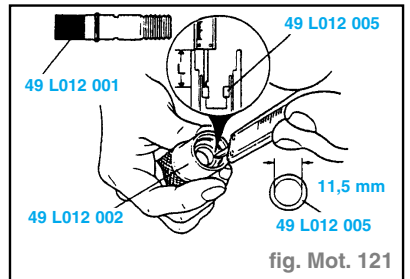

fig. Mot. 121
- Monter les outils **SST** jusqu'à obtention de la profondeur **L** spécifiée. (fig. Mot. 121)